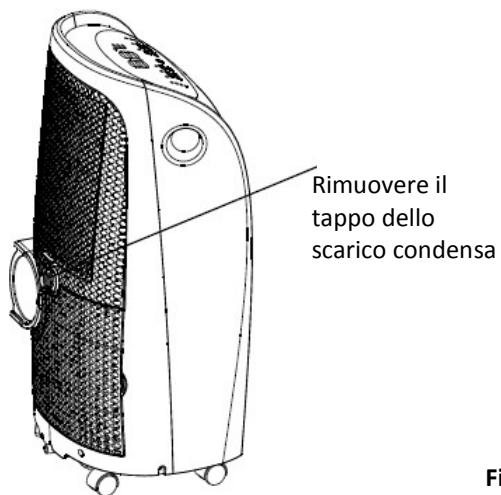

Fig. 21\*
- In modalità di deumidificazione rimuovete il tappo dello scarico condensa sul lato posteriore dell'unità e allacciate all'adattatore per lo scarico condensa (raccordo 5/8") un flessibile 3/4" (da acquistare separatamente). Nei modelli senza raccordo applicare il tubo di deflusso direttamente al foro. Posizionate l'altra estremità del flessibile direttamente sopra uno scarico a pavimento. Fare riferimento alle fig. 21\* & 22\*.